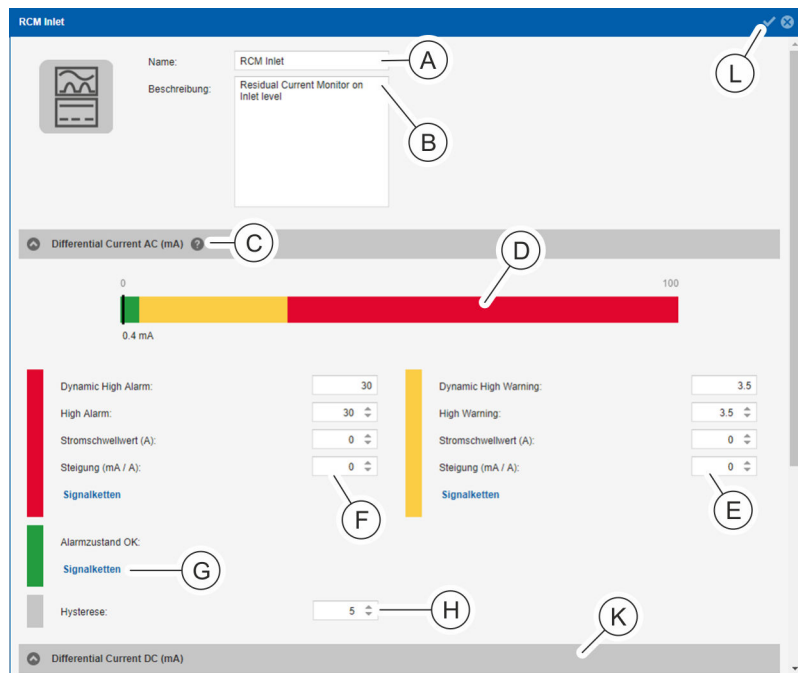

Abb. 128: Detailansicht
4. In der Detailansicht bei Bedarf die Benennung für den Differenzstrommesser (Abb. 128/Ⓐ) anpassen und bei Bedarf eine Beschreibung hinzufügen (Abb. 128/Ⓑ).
5. Im Bereich „Differential Current AC (mA)“ einen Wert für „High Alarm“, „Stromschwellwert (A)“ und „Steigung (mA / A)“ eingeben (Abb. 128/Ⓕ).
8. Im Bereich „Differential Current AC (mA)“ einen Wert für „High Warning“, „Stromschwellwert (A)“ und „Steigung (mA / A)“ eingeben (Abb. 128/Ⓖ) und eine Signalkette zuweisen (analog zu Schritt 5 und 6).
9. Im Bereich „Differential Current AC (mA)“ dem Parameter „Alarmzustand OK“ (Abb. 128/Ⓖ) bei Bedarf eine Signalkette zuweisen (analog zu Schritt 5 – 7).
10. Im Bereich „Differential Current AC (mA)“ einen Wert für die „Hysterese“ (in %) eingeben (Abb. 128/Ⓗ).
- 11.** Schritte 5 – 10 für den Bereich „Differential Current DC (mA)“ wiederholen (Abb. 128/Ⓚ).
*"Stromschwellwert" und "Steigung" können bei „Differential Current DC (mA)“ nicht gesetzt werden. Die Schwellwerte für die DC-Überwachung werden farblich angezeigt (Abb. 128/Ⓞ).*
- 12.** Auswahl über die Schaltfläche „Speichern“ (Abb. 128/Ⓛ) bestätigen.
*Für die Werte von „High Warning“ bzw. „High Alarm“, „Stromschwellwert (A)“ und „Steigung (mA / A)“ ist die Eingabe einer Nachkommastelle möglich. Für die Nachkommastelle einen Punkt als Trennzeichen verwenden.*
*Die „Dynamic High Warning“ bzw. der „Dynamic High Alarm“ wird automatisch berechnet. Über das Fragezeichen (Abb. 128/Ⓞ) lässt sich ein Schaubild mit einer Erläuterung des dynamischen RCM-Schwellwerts anzeigen (Abb. 18).*